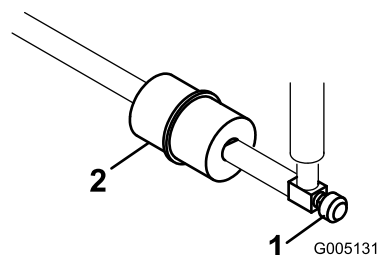

图 44
管线式燃油滤清器位于油箱与化油器之间的燃油管内 图 44。
- 关闭燃油切断油阀 图 44。
- 将放油盘放到滤清器下方拧松滤清器化油器侧的软管夹然后从滤清器中取出燃油管线 图 44。
- 松开另一个软管夹然后取下滤清器 图 44。